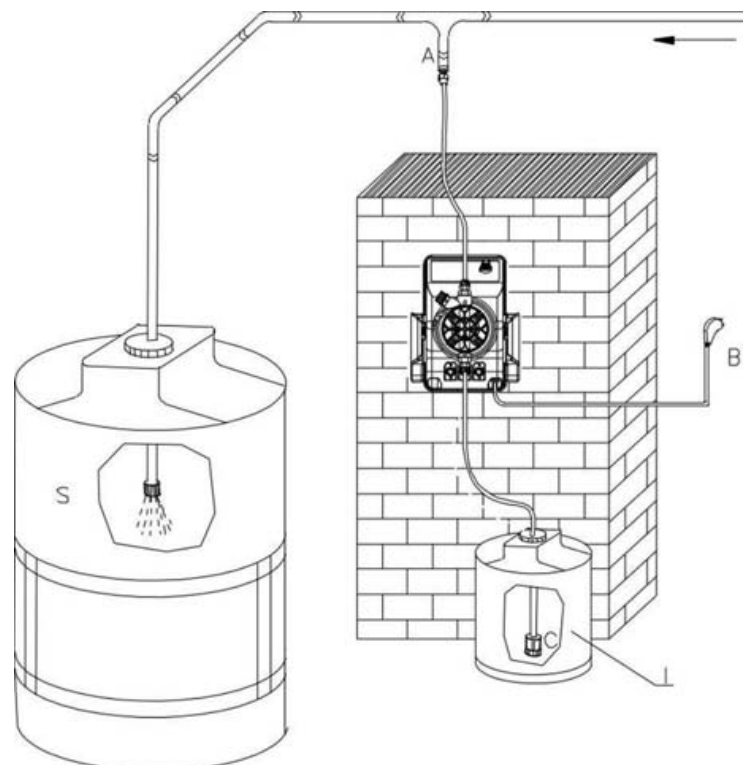

Fig. 13
6.2 - INSTALAÇÃO TÍPICA (Fig. 13)